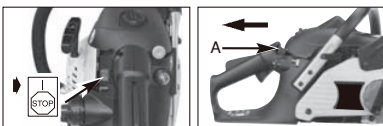

Fig. 8A
1. Posizionare l'interruttore ON/OFF su ON (I). (Fig. 8A)